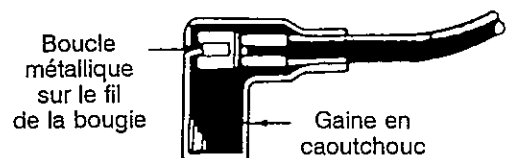

FIGURE 17
- Branchez le fil de la bougie. Vérifiez que la boucle métallique, au bout du fil de la bougie (dans la gaine en caoutchouc), est bien attachée à l'embout métallique de la bougie. Voir la figure 17.